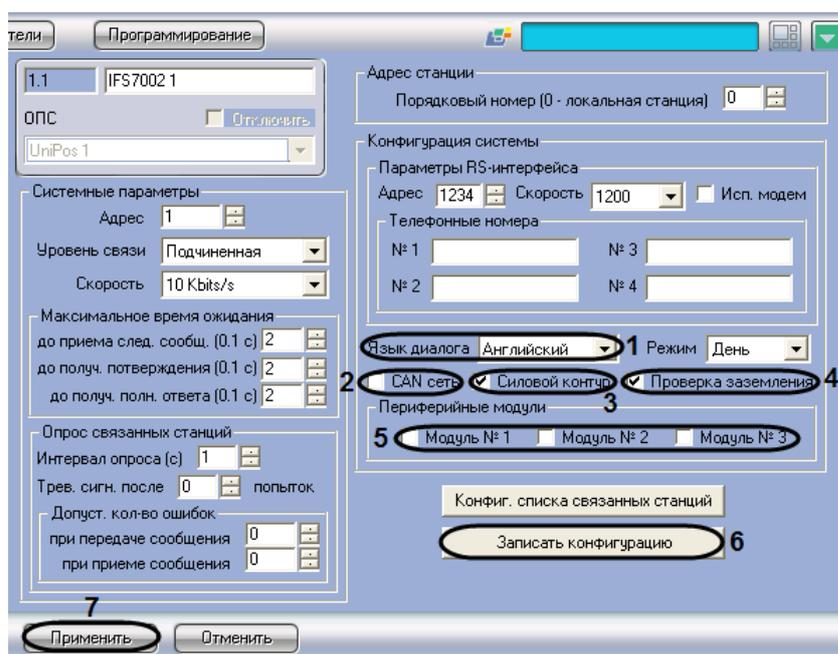

Рис. 3.3-2 Конфигурирование станции IFS7002
1. Перейти на панель настройки объекта IFS7002 (Рис. 3.3-2).
2. Из раскрывающегося списка **Язык диалога** выбрать требуемый язык интерфейса станции IFS7002 (см. Рис. 3.3-2, 1).
3. Для включения поддержки CAN-интерфейса на станции установить флажок **CAN сеть** (см. Рис. 3.3-2, 2).
4. Для включения силового контура, подключенного к станции, установить флажок **Силовой контур** (см. Рис. 3.3-2, 3).
5. Для включения проверки заземления кабелей, подключенных к станции, установить флажок **Проверка заземления** (см. Рис. 3.3-2, 4).
6. Для включения периферийных модулей, подключенных к станции, установить флажок напротив номера соответствующего модуля (см. Рис. 3.3-2, 5).
7. Для применения настроек на станции нажать кнопку **Записать конфигурацию** (см. Рис. 3.3-2, 6).
8. Для сохранения настроек во внутренней базе данных ПК *Интеллект* нажать кнопку **Применить** (см. Рис. 3.3-2, 7).